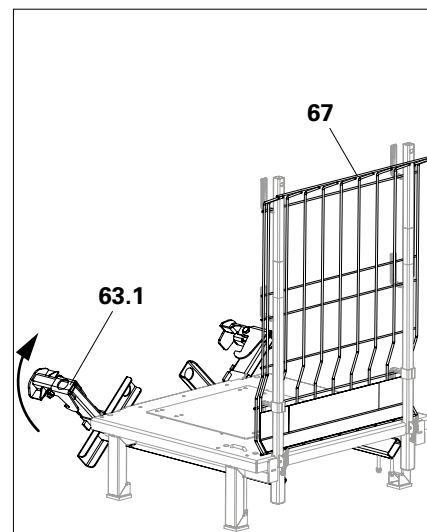

Fig. A7.13
2. Accrocher la barrière de protection grillagée (67). (Fig. A7.13)
3. Rabattre le support de suspension (63.1) vers le haut. Veiller à ce que le manchon coulissant (63.2) soit en haut. (Fig. A7.13 + A7.13a + A7.13b)